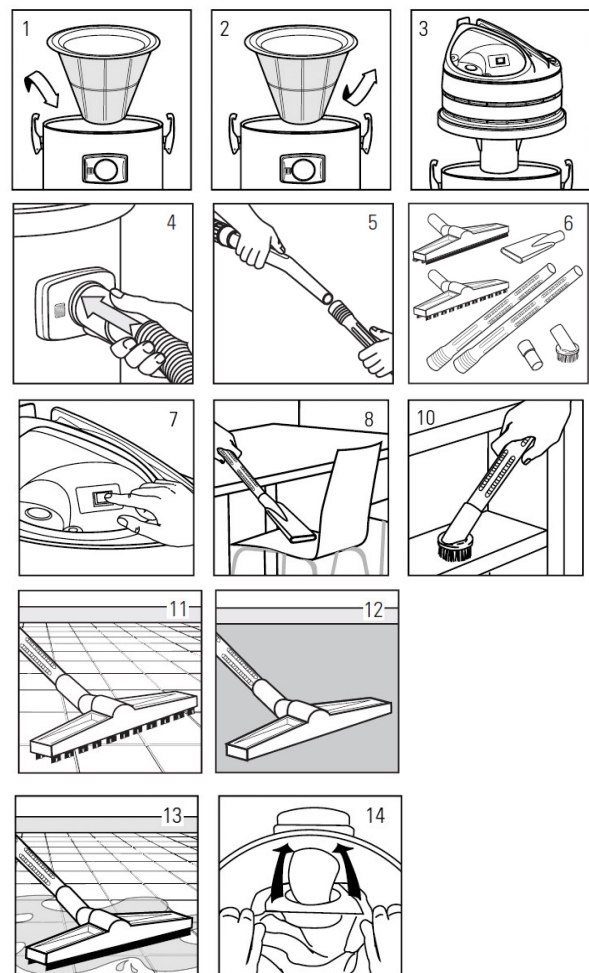

Abb. 7: Betrieb
- Schritt 1: Textilfilter in Behälter einsetzen (Pos. 1, Abb. 7)
- Schritt 2: Motorkopf auf Behälter setzen und mit Klammern befestigen (Pos. 3, Abb. 7)
- Schritt 3: Schlauch am Saugstutzen anschließen (Pos. 4, Abb. 7)
- Schritt 4: Saugrohre auf Saugschlauch stecken (Pos. 5, Abb. 7)
- Schritt 5: Entsprechendes Zubehör auswählen und anschließen (Pos. 6, Abb. 7)
- Schritt 6: Papierfilter auf den im Gerät befindlichen Stutzen schieben (Pos. 14, Abb. 7)
- Schritt 7: Stecker in Steckdose stecken. Anschließend Gerät einschalten (Pos. 7, Abb. 7)
- Beispiel für den Gebrauch der Fugendüse (Pos. 8, Abb. 7)
- Beispiel für den Gebrauch der Polsterdüse (Pos. 9, Abb. 7)
- Beispiel für den Gebrauch der Rundbürste (Pos. 10, Abb. 7)
- Beispiel für den Gebrauch der Bürste für Bodenreinigung (Pos. 11, Abb. 7)
- Beispiel für den Gebrauch der Bürste für Teppichreinigung (Pos. 12, Abb. 7)
- Schritt 1: Textilfilter und Filterkartusche abnehmen (Pos. 2, Abb. 7)
- Schritt 5: Anschluss der Wassersaugdüse L (Pos. 6, Abb. 7)
- Schritt 6: Stecker in Steckdose stecken. Anschließend Gerät einschalten (Pos. 7, Abb. 7)
- Beispiel für den Gebrauch der Wassersaugdüse (Pos. 13, Abb. 7)